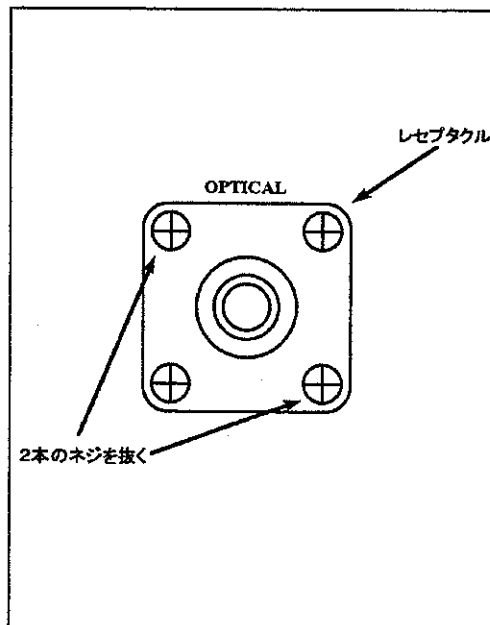

図 2-3 コネクタ清掃①
- (1) 正面パネルの光入力コネクタ部のレセプタクルを止めている4本のネジのうち、左上と右下の2本のネジを抜きます。[図 2-3 参照]